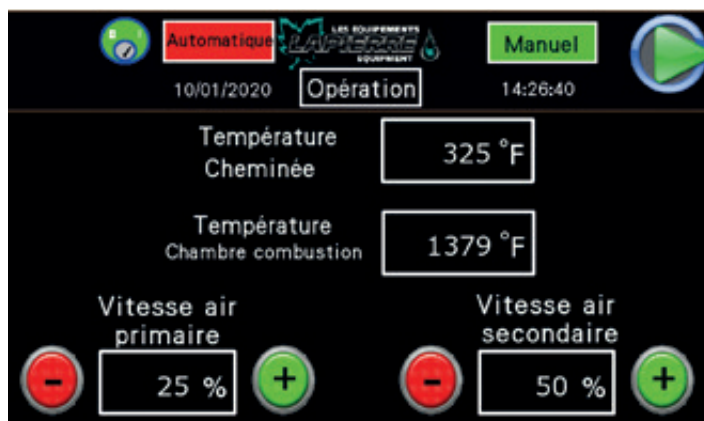

Figure 10
- Vous serez alors dirigé vers l'écran en mode d'opération MANUEL (Figure 10).
- Les TEMPÉRATURES DE LA CHEMINÉE et DE LA CHAMBRE DE COMBUSTION sont affichées en continu, au centre de l'écran, en mode d'opération MANUEL (Figure 10).
Pour effectuer une RECHARGE DE BOIS, procéder comme suit (Figure 10) :
Pour arrêter l'évaporateur, procéder comme suit (Figure 10) :